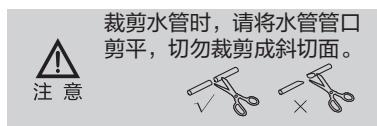

图3
- a、水龙头从水槽上预留的孔中插入，用配套的垫片和螺母从水池面板的下方拧紧，使水龙头固定在水槽上。（见图3）